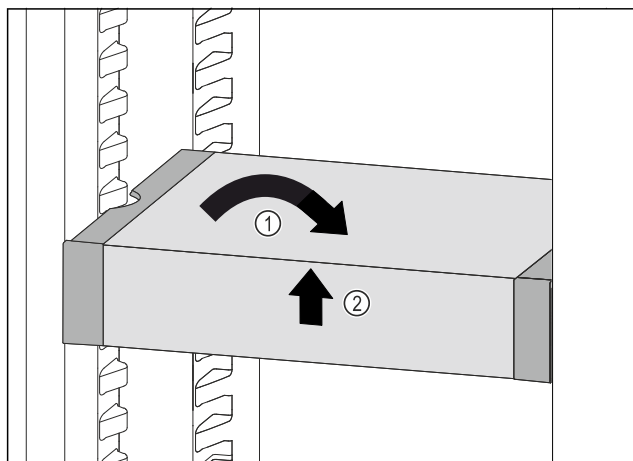

Fig. 157
- VarioSafe postavte rovně. Fig. 157 (1)
- VarioSafe vpředu zvedněte. Fig. 157 (2)